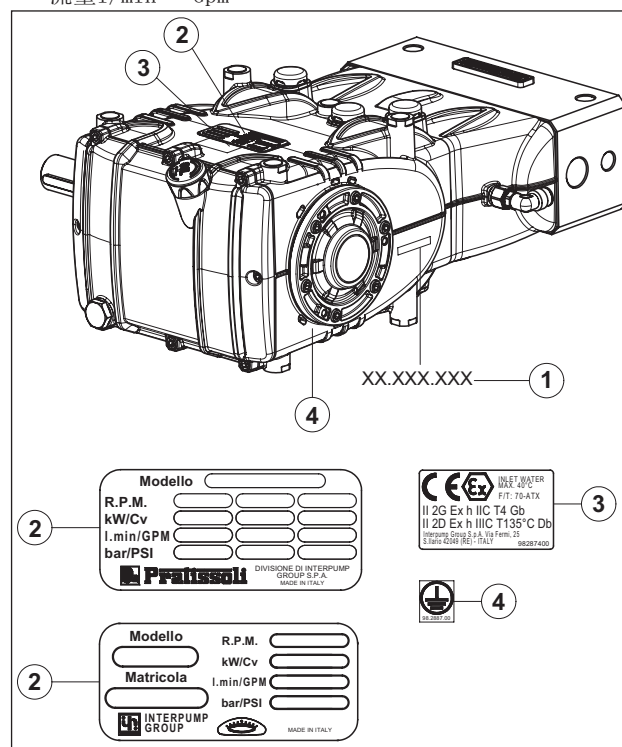

图1
每个泵浦图1均带有自己的系列号XX.XXX.XXX，请查看位置①以及识别标牌，请查看位置②，上面标有：